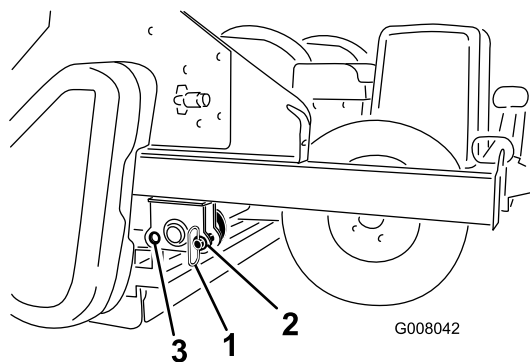

Figura 15
14. Retire os pinos de armazenamento do orifício frontal e insira-os na posição do orifício traseiro durante a operação (Figura 15).